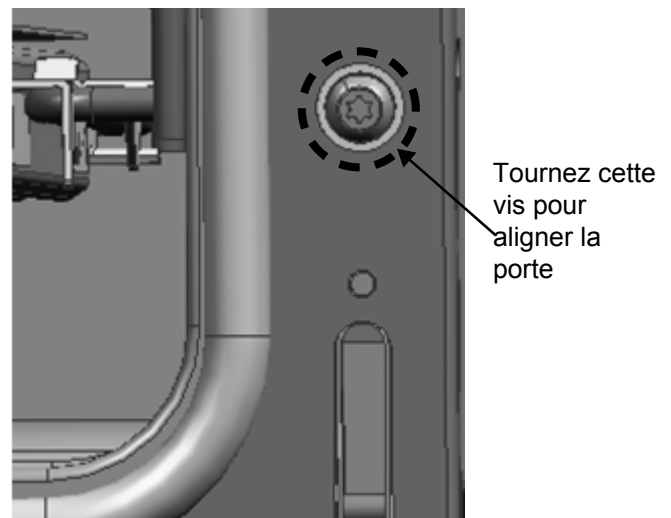

Figure 10: Vis d'ajustement des charnières
3. Si la porte ou la poignée semble légèrement inclinée d'un côté ou de l'autre, vous pouvez ajuster l'inclinaison en vissant ou dévissant à l'aide d'un grand tournevis Torx T-20 la vis Torx de la charnière, située directement au-dessus de la fente de la charnière. Tournez la vis jusqu'à ce que la porte soit correctement alignée (*Figure 10*).